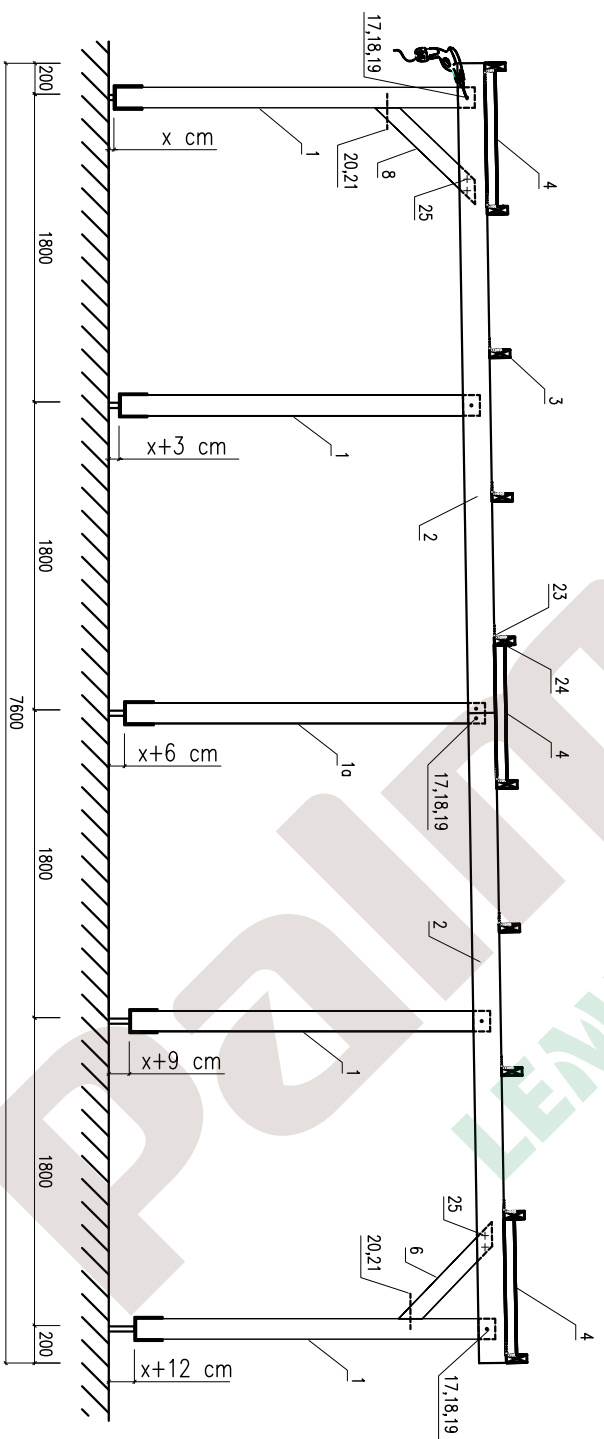

Fig. 2
Börja med att mäta ut placeringen av stolparna enligt bild 2. (Fig 2)
- b) Att kapa de bakre stolparna enligt mått i fig 2. (enligt ovan)
Montera långsidans regel (pos. 2). Kontrollera överhänget framför och bakom enligt fig. 2.
Montera kortlingarna (pos.4) Se placering i fig. 2 och fig. 3. Fäst med vinkeljärn (pos 24)